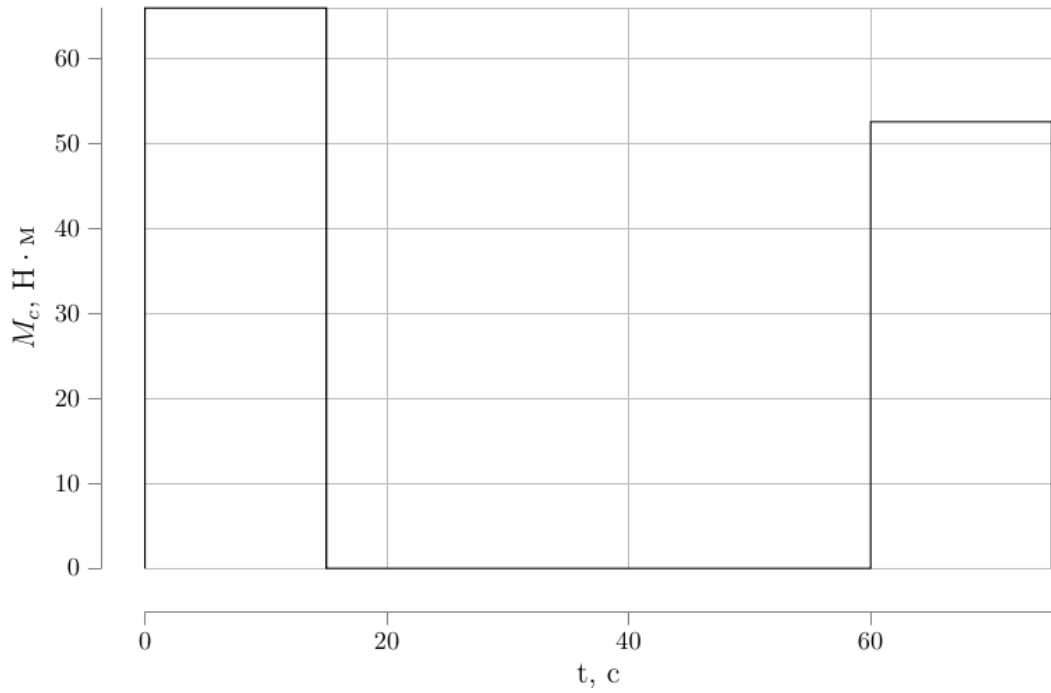

Рисунок 8.2 - Приклад діаграми статичного моменту.
2. Статичний момент $M_c(t)$ — дві сходинки (з вантажем / без вантажу) (рис. 8.2).